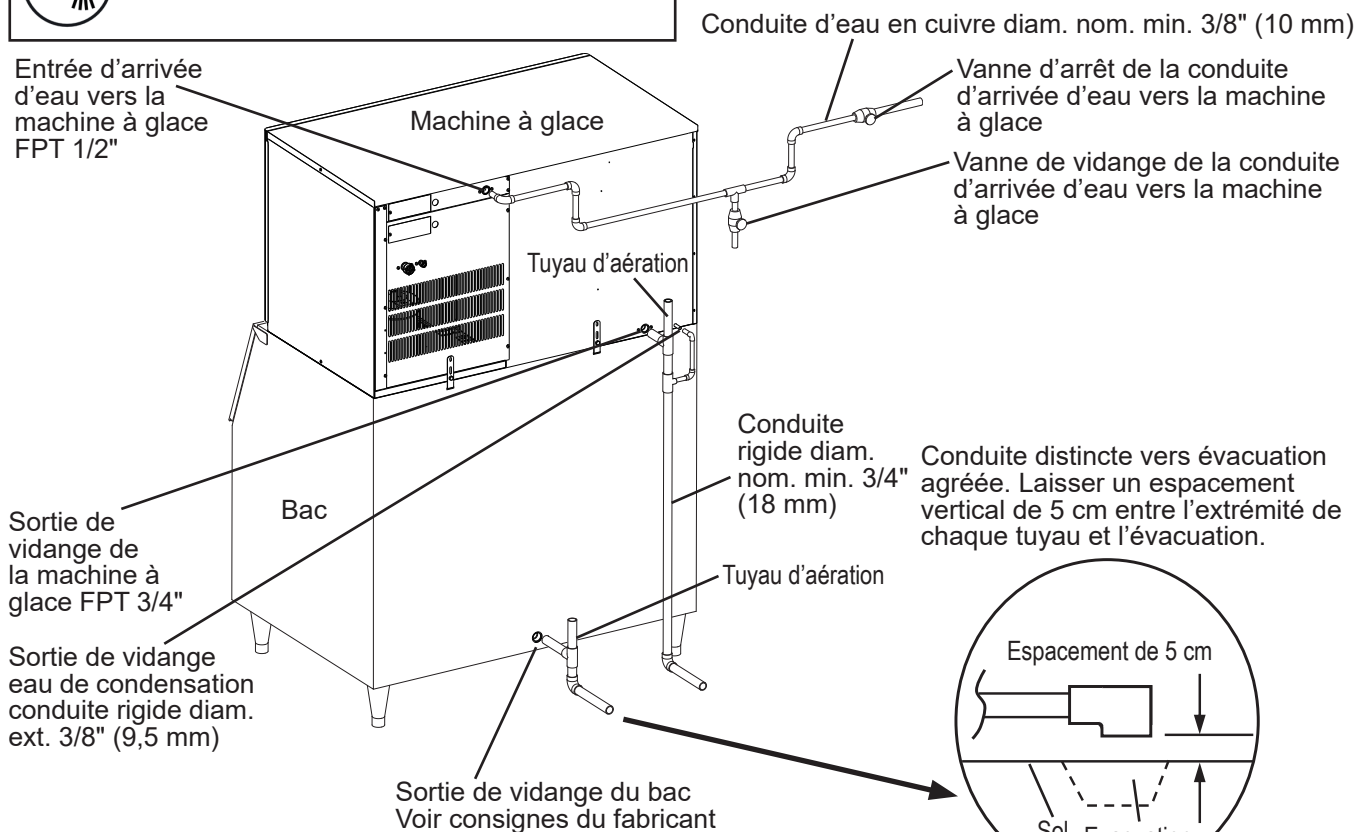

Fig. 8
G. Branchements d'arrivée et de vidange d'eau Voir fig. 8.